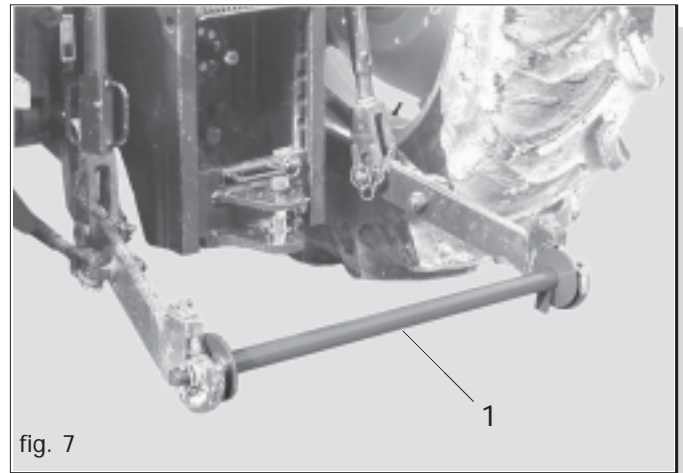

fig. 7
- 1) Die Sämaschinenstange (1 Abb. 7) an das Hubwerk anschließen und mit den Einrast-Splinten absichern.